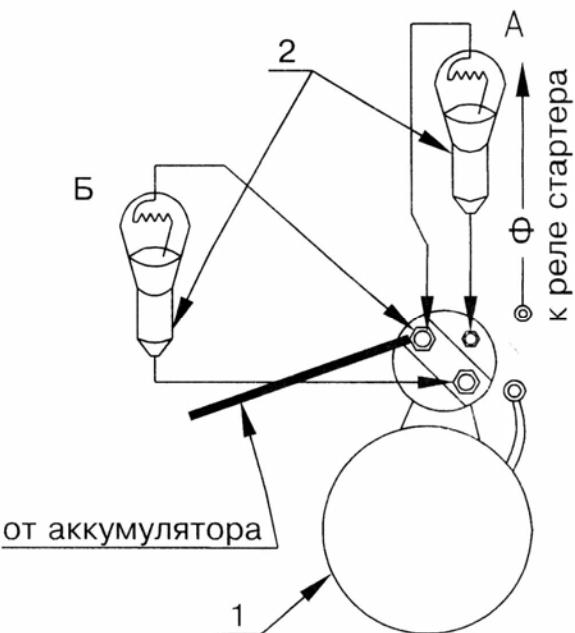

Рис.5. Проверка исправности обмоток тягового реле стартера «М3».
- 2) включите выключатель «массы» и подключите контрольную лампу к клеммам тягового реле стартера как показано на (рис.5). Лампа должна гореть неполным накалом при исправных обмотках тягового реле.